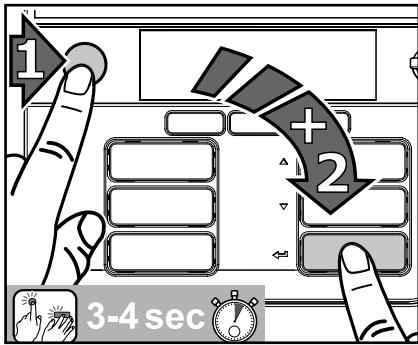

Рис. 42
1. Нажать сначала кнопку СТОП, затем - кнопку ввода и одновременно удержать обе кнопки нажатыми 3-4 секунды, чтобы перейти в режим очистки. (Рис. 42)